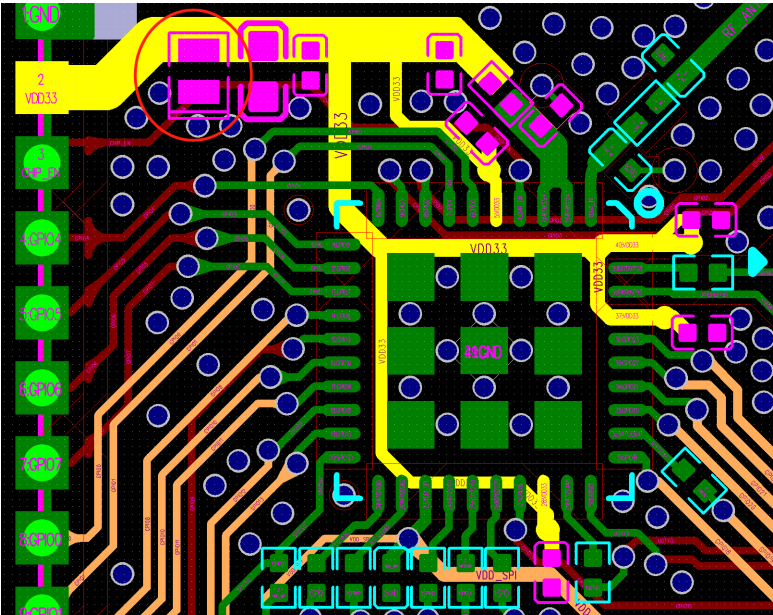

图 17: ESP32-C6 系列芯片四层板电源设计
- 图 17 中黄色高亮信号线即为 3.3 V 电源走线。主干电源走线的线宽建议至少 25 mil，模拟电源 VDDA3P3 分支电源走线建议至少 20 mil，其他分支电源走线建议 10 mil。
- 图 17 左上半部分中红色圆圈标示的是 ESD 保护管，需靠近电源端口放置。电源走线进入芯片前需添加一个 10 μ F 电容，该电容可与 0.1 或 1 μ F 电容搭配使用。而后电源走线可在此分支，进行星形走线，减少不同电源管脚之间的耦合。所有的去耦电容请靠近对应电源管脚放置，去耦电容的接地管脚请靠近打地孔，保证较短的返回路径。
图 17 中因为模拟电源 VDDA3P3 和芯片电源入口接近（图 17 中电源入口为黄色高亮标注的 VDD33 起点），因此把模拟电源上和电源入口处的 $10\ \mu\text{F}$ 电容合并了。如果芯片电源入口不靠近 VDDA3P3 管脚，请在芯片电源入口处和模拟电源 VDDA3P3 处都添加一个 $10\ \mu\text{F}$ 电容，有空间的话可以再预留一个 $1\ \mu\text{F}$ 电容。
- 如图 17 所示，如需在模组背面添加散热焊盘 EPAD，建议对 EPAD 进行多宫格处理，间隙处盖油墨，而地孔则打在间隙处。这样可以有效地改善模组 EPAD 焊接至底板时的漏锡问题。